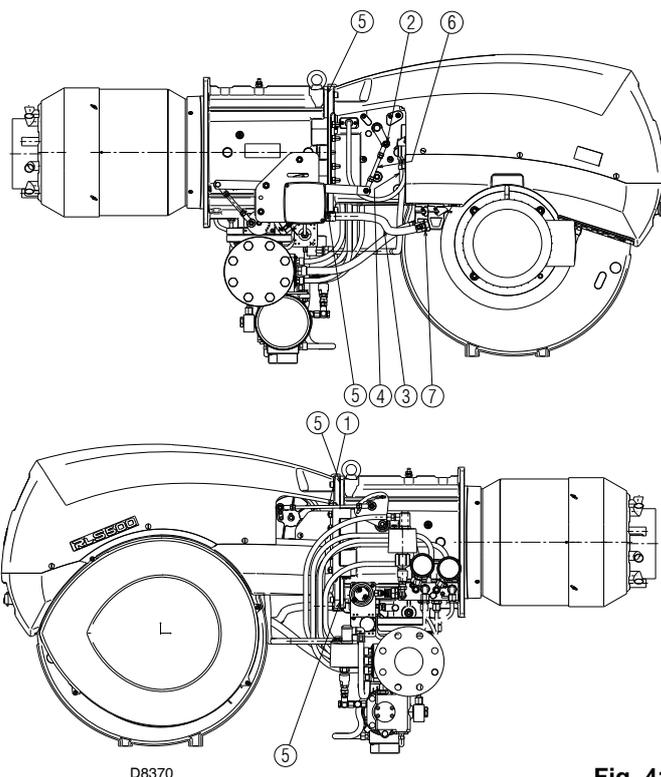

Fig. 41
- 拧松螺母2)，取下调节燃烧头和风挡开启杠杆的拉杆1)和6) (图. 41)。